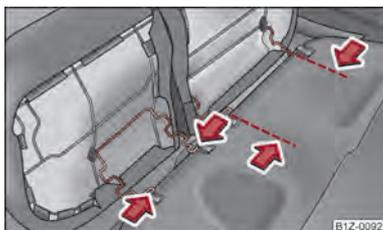

Fig. 49 Desmontagem dos assentos
- Pressione as hastes metálicas no sentido da seta ⇒ Fig. 49 e retire o assento do suporte.